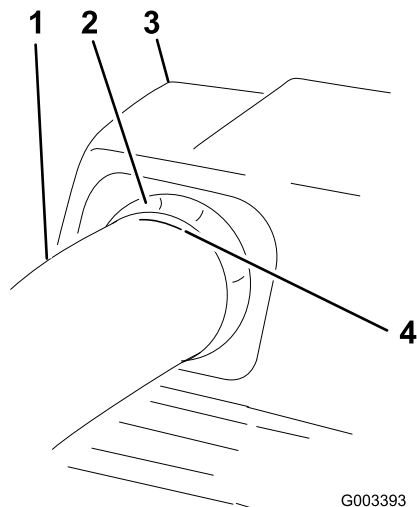

Figura 24
7. Una vez que obtenga la medida de 19 mm, marque el tubo superior en el exterior, en el punto donde sobresale el sello de goma (Figura 24).
11. Compruebe que la marca hecha en Figura 24 está todavía en su lugar.